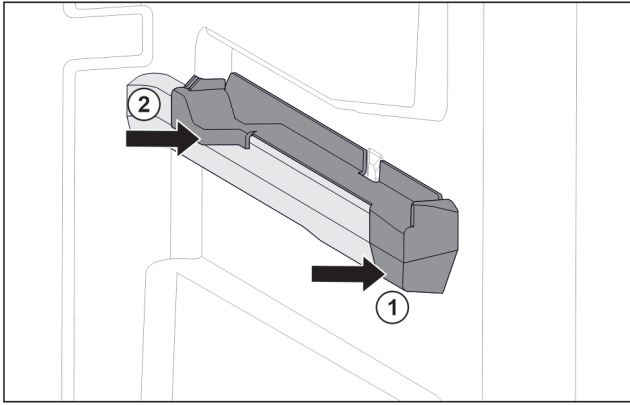

Fig. 103 Pjesa kapëse në brinjën e djathtë të kutisë
- Vendoseni pjesën kapëse përpara në brinjën e kutisë. Fig. 103 (1)
- Shtyni pjesën kapëse në pjesën e pasme. Fig. 103 (2)